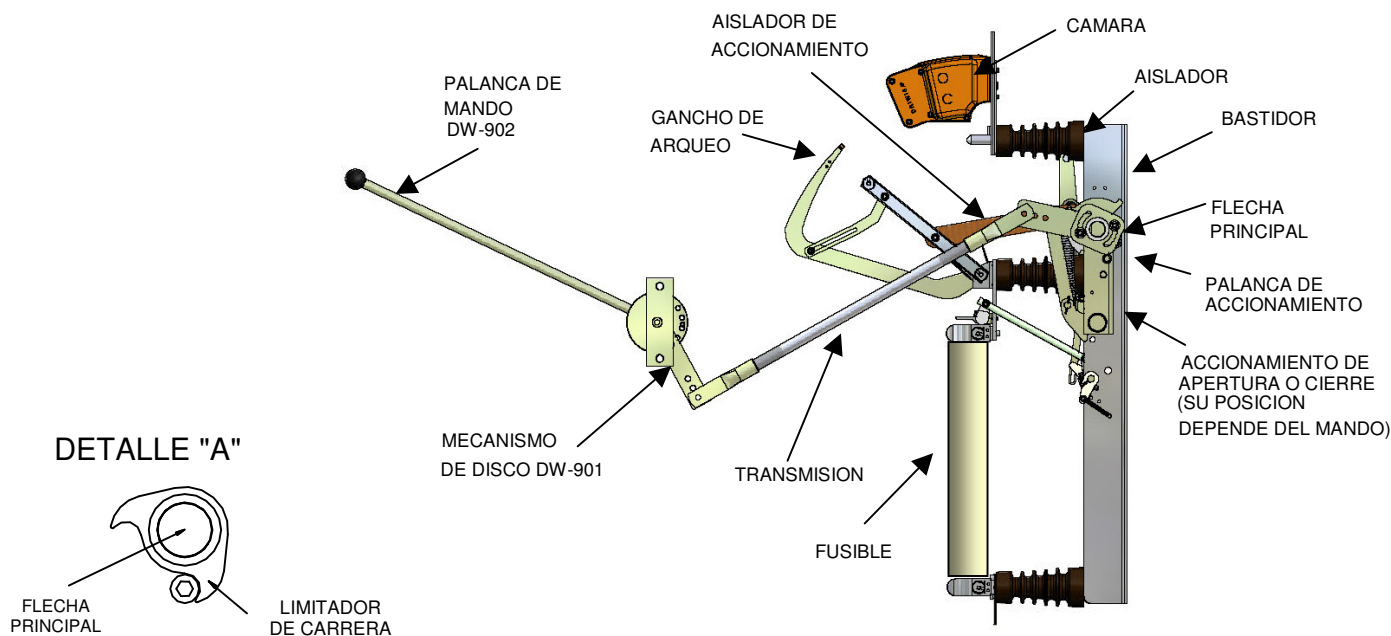

Figura 1
3. En cada operación verifique que el limitador de carrera (Figura 1 detalle "A") localizado en el extremo de la flecha llegue a sus posiciones finales tanto al abrir como al cerrar el equipo.